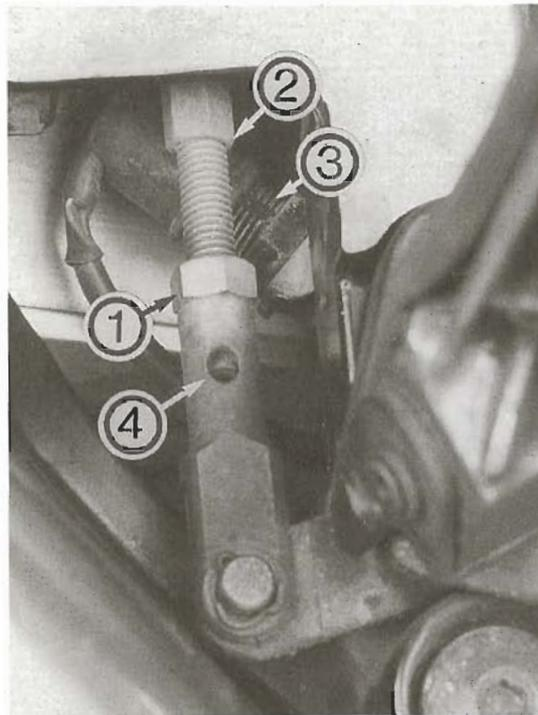

Bild 41
- Pedalhöhe nach Lockern der Gegenmutter ① Bild 41 und Drehen der Einstellspindel ② einstellen.
- ⚠ Einstellspindel muss nach Einstellung in Kontrollbohrung ④ Bild 41 noch sichtbar sein.